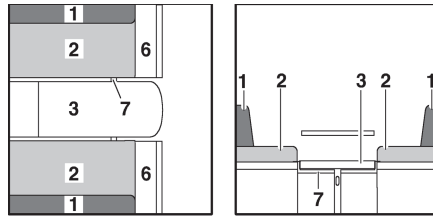

Fig. 120 Pendant la transformation
- Rabattre la rallonge de la banquette (Fig. 120,6) vers le haut et enclencher avec le rabat.